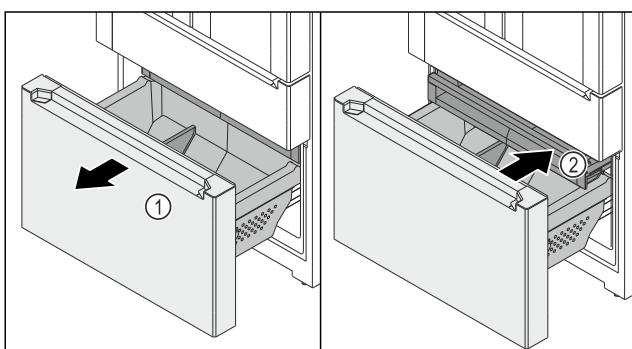

Fig. 143
- Витягніть висувний візок Fig. 143 (1) до упору.
- Висувний ящик Fig. 143 (2) автоматично витягнуто.
- Всуньте висувний ящик Fig. 143 (2).